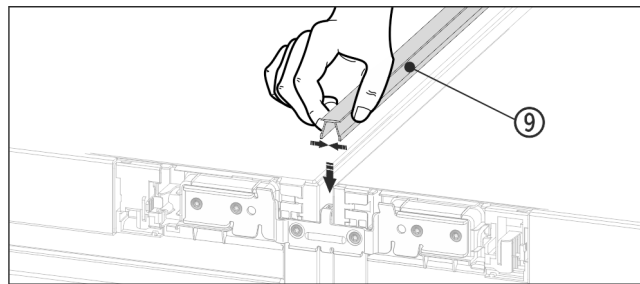

Fig. 19
- ▶ Auf der Oberseite die kurze Abdeckleiste Fig. 19 (9) in den horizontalen Spalt drücken.